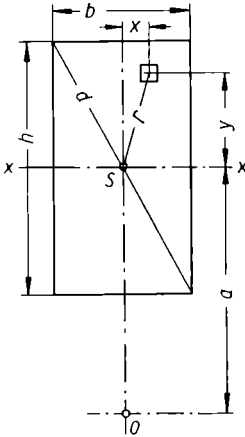

Bild 86
Lösung: Denkt man sich die rechteckige Querschnittsfläche bh des Prismas (Bild 86) in unendlich kleine Flächenteile f zerlegt, so ist
Für eine parallel zur Achse S im Abstände a gelegene Achse O (Bild 86) ergibt sich nach dem „Verschiebungssatz“ das polare Trägheitsmoment der Rechteckfläche $J = J_s + F a^2$. Dem entspricht das Massen-Trägheitsmoment
b) Mit $z = a$ (Bild 86) wird: